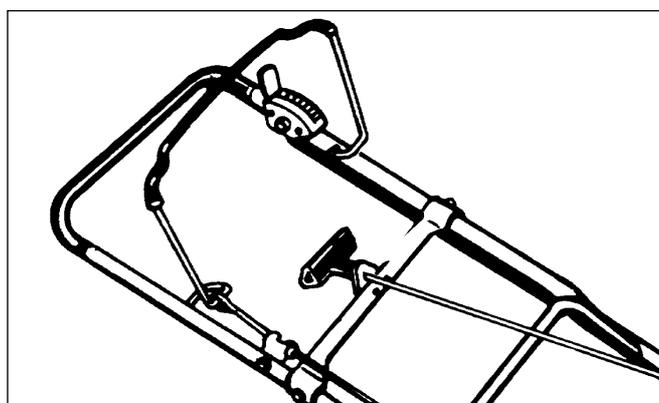

Abb. 3
- c- Nehmen Sie den Startergriff (Abb. 3) in die Hand und ziehen Sie den Seilzug langsam heraus, bis Sie einen leichten Widerstand spüren. Lassen Sie den Seilzug wieder langsam in das Gehäuse zurückgleiten. Ziehen Sie das Starterseil dann mit einer schnellen, kräftigen Armbewegung ganz zu sich heraus.
**ANMERKUNG** - Falls der Motor nach drei (3) Startversuchen nicht anspricht, wiederholen Sie die Anweisungsschritte Nr. a, b und c.